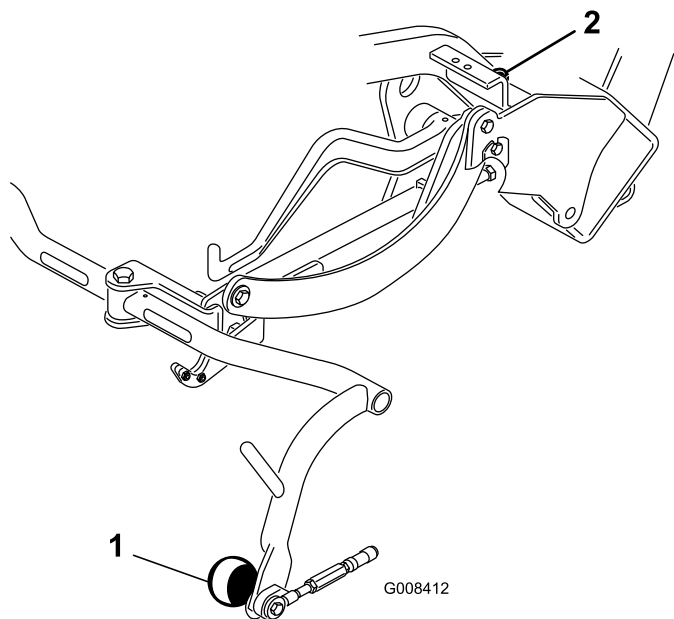

Bild 9
3. Sollte eine Einstellung erforderlich sein, lösen Sie die Klemmutter an der Anschlagschraube des Trägerrahmens (Bild 9) und drehen Sie die Schraube nach oben oder unten, um den Trägerrahmen anzuheben oder abzulassen.